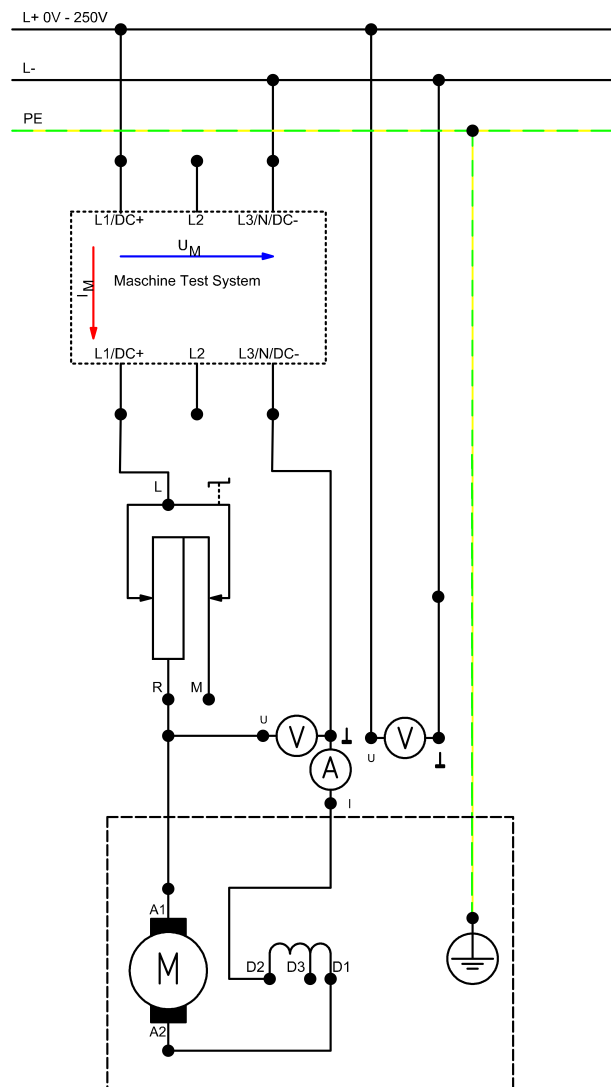

Abbildung 8: Schaltplan Gleichstromreihenschlussmotor
- Bauen Sie die Schaltung nach Schaltplan (Abbildung 8) auf!
- Nutzen Sie weiter die Schaltung aus Abschnitt 6.2.1 (Abbildung 8)!